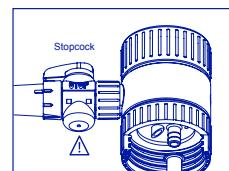
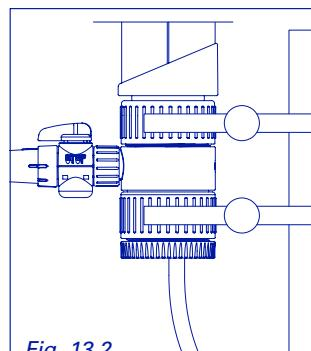

Fig. 13.1
Fig. 13.2
- ① Position ring spacer and fit with adapter (Fig. 13.1)
- ② Attach feed tubing
- ③ Place dispenser on workstation and screw the two clamps. (Fig. 13.2)
- ① Stützring positionieren und festsschrauben (Abb. 13.1)
- ② Ansaugschlauch einfügen
- ③ Instrument mit Hilfe der zwei Klemmen in der Dispenserhalterung befestigen (Abb. 13.2)
- ① Positionner la bague d'appui et visser l'adaptateur (Fig. 13.1)
- ② Insérer le tuyau d'aspiration
- ③ Fixer à l'aide des deux pinces le doseur sur le statif (Fig. 13.2)